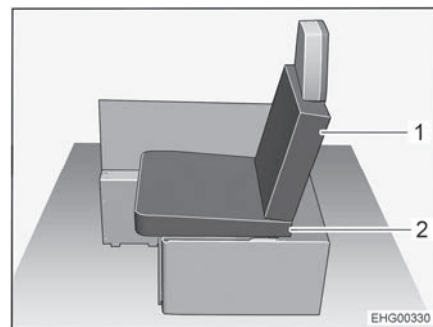

Fig. 41 Después de la transformación
- Colocar uno de los cojines de asiento del banco longitudinal izquierdo sobre el baúl-banco como cojín del asiento (Fig. 41,2). Para ello, observar la forma de cuña del cojín del asiento: el cojín del asiento debe estar ligeramente inclinado hacia el respaldo (véase Fig. 41).
- Colocar uno de los cojines adicionales incluidos como cojín del respaldo (Fig. 41,1) en el respaldo del asiento de enchufe.